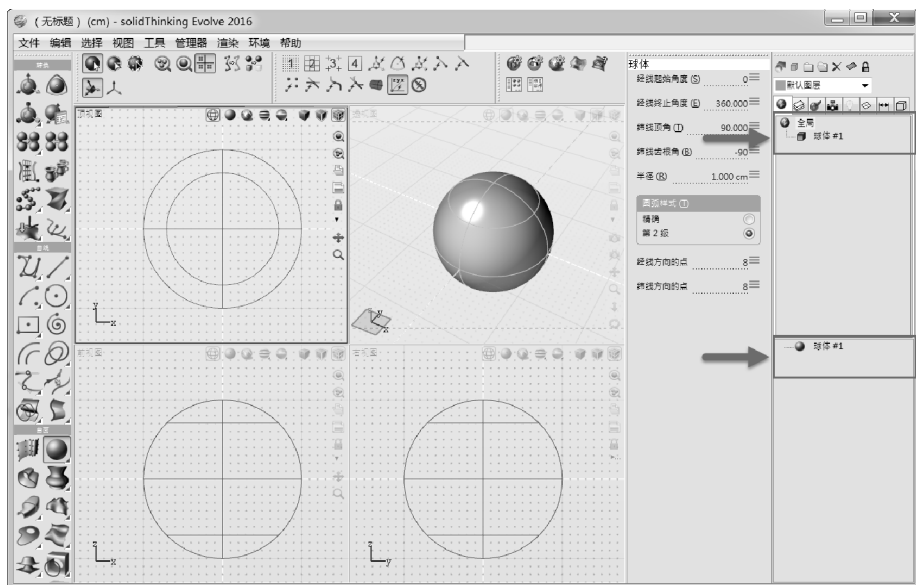

图 2-56 全局浏览器与结构树的显示是对应的
- 2) 保持球体处于选中状态，观察右上方的全局浏览器，该“球体#1”已显示在全局浏览器中，如图 2-56 所示。